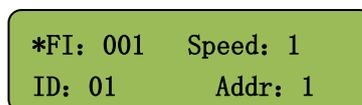

图 2
方法二: 分控单个固定: 先拔掉主控网线，单个分控设置在，选择好 ID 编号，芯片型号----长按“确定 OK”键，锁定分控参数，当把所有的分控参数全部设置完成后接入主控 W-100C 输出端即可，此时主控上面的芯片型号就可以不用跟分控一致（**此方案仅用于分控无法正常连接或者需设定不同参数的场合**）。如图 2 所示
- 锁定分控参数：长按 确定 OK 键锁定 左上角显示* 如图 2